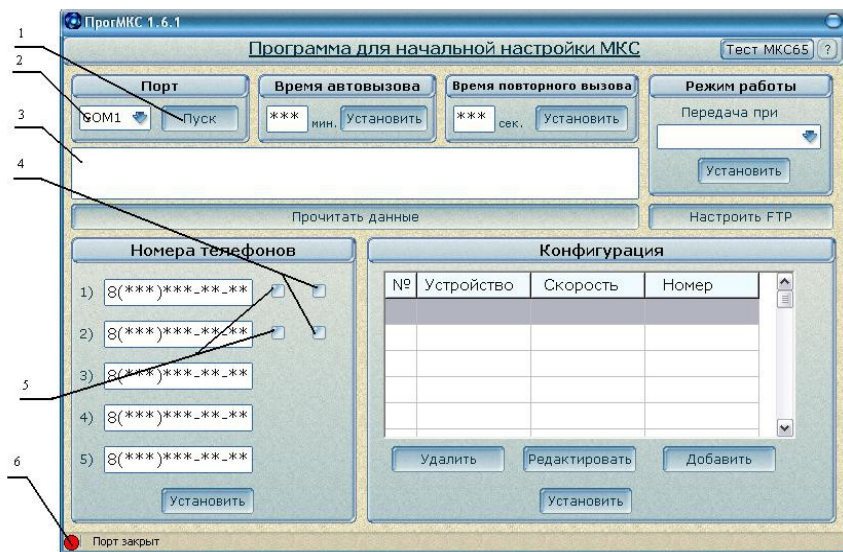

Рисунок 10
6.1.5 Запустить на компьютере программу Программка.exe (из комплекта поставки) – рисунок 10;
6.1.6 Выбрать из выпадающего меню 2 COM-порт, к которому подключен МКС65 и нажать кнопку «Пуск» (рисунок 10, поз. 1), при этом в строке статуса 6 цвет пиктограммы должен смениться на зеленый и появится надпись с указанием открытого порта;
- для номеров №1 и №2 установить флаги разрешения голосовой связи (поз. 5 рисунок 10) и аварийной рассылки (поз. 4 рисунок 10). Каждый флаг может быть установлен только для одного номера;